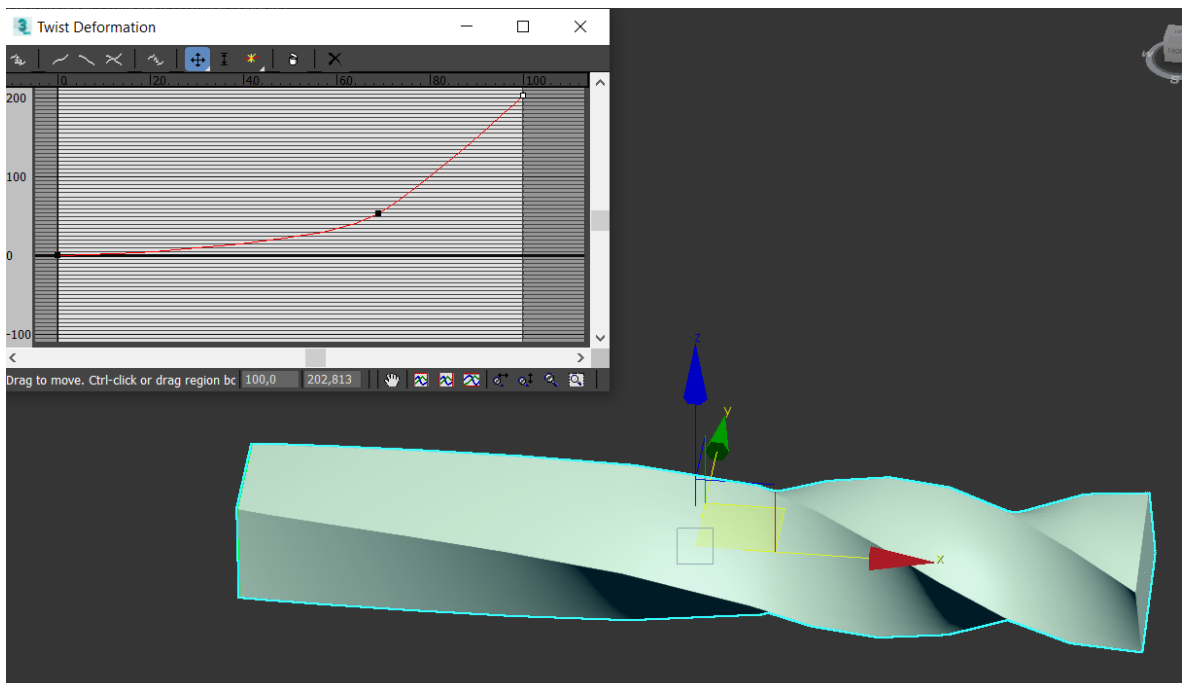

Рисунок 113 – Деформация масштабирования (Scale)
- Деформация **Скручивание (Twist)** – позволяет вращать форму в процессе перемещения по пути. С помощью графика можно изменять степень скручивания (рис. 113)